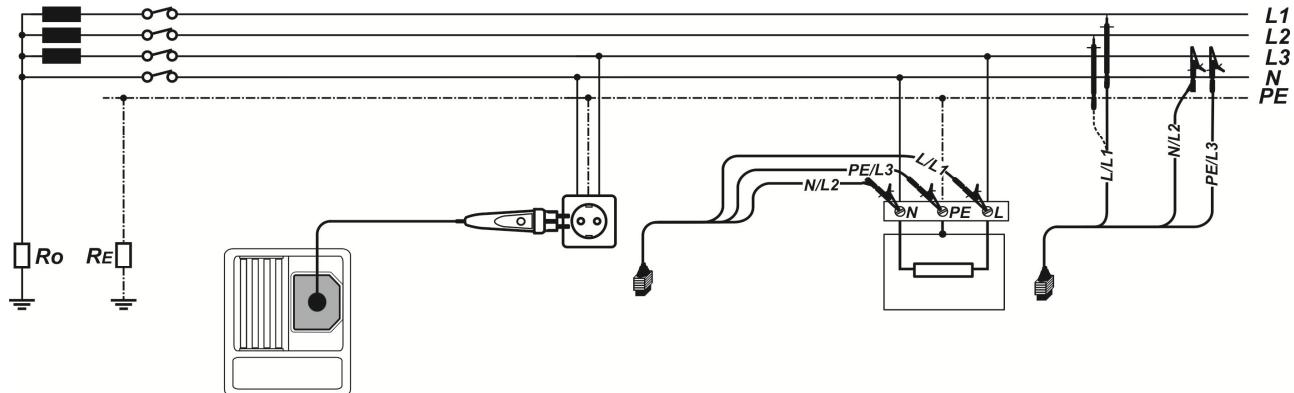

Abbildung 5.28: Anschluss des optionalen Commander-Prüfsteckers (044149) und der 3-Leiter-Prüfleitung
- Kontaktieren Sie die Prüfleitungen an das Prüfobjekt. (siehe Abbildung 5.28)